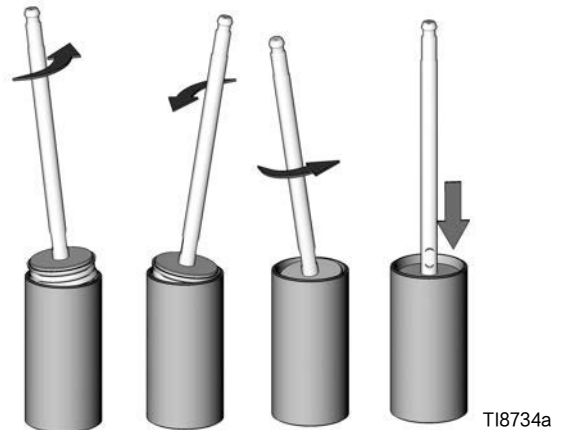

图 6. 将活塞安装到气缸中
1. 将塞子 (50, 52) 重新安装到上部 (8) 和下部 (7) 的流体外壳中。
2. 将泄压阀 (48) 安装在上部外壳 (8) 上，与进气歧管的安装位置 (49) 相对。用 100–135 英寸-磅（11–15 牛·米）的扭力拧紧泄压阀 (48)。
3. 将下部 (7) 外壳安装在虎钳中。
4. 将泵杆组件安装到缸体 (6) 中。给汽缸 (6) 的内侧涂上润滑剂。将活塞组件推入气缸 (6) 中。旋转活塞组件，如图 6。